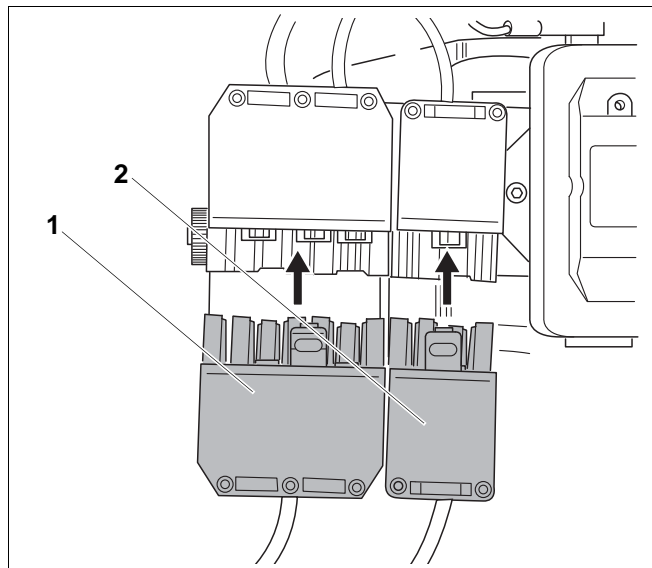

Рис. 13 Выполнение электрических подключений
- Выполните штекерное соединение системы управления с горелкой (рис. 13, поз. 1 и 2).